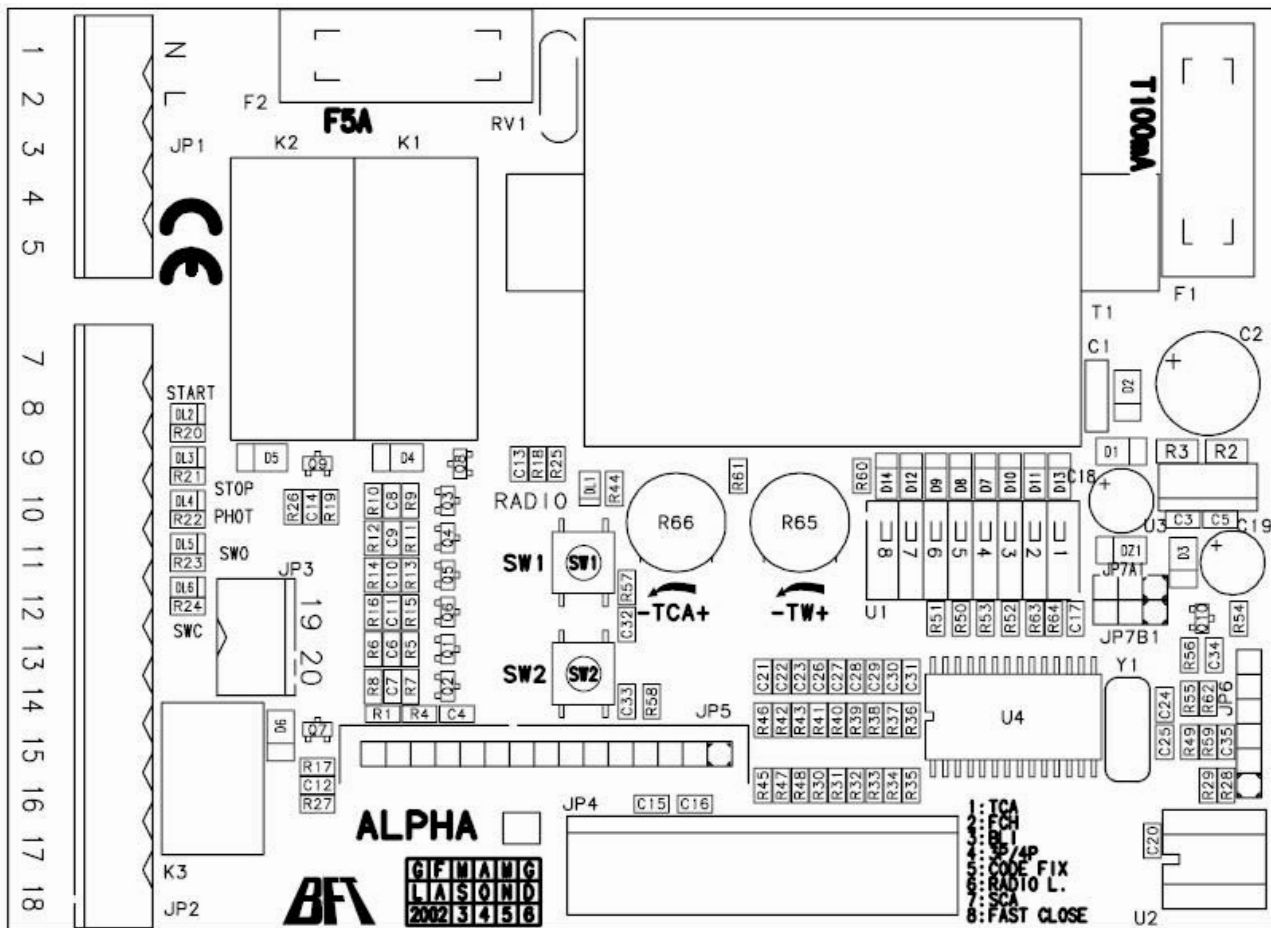

рис. 3
- Разъем платы радио 1-2 канальной (рис. 3).
## 4. Светодиоды LED (рис. 3)
## 5. Переключатели DIP (рис. 3)
## 6. Регулировка триммеров (рис. 3)